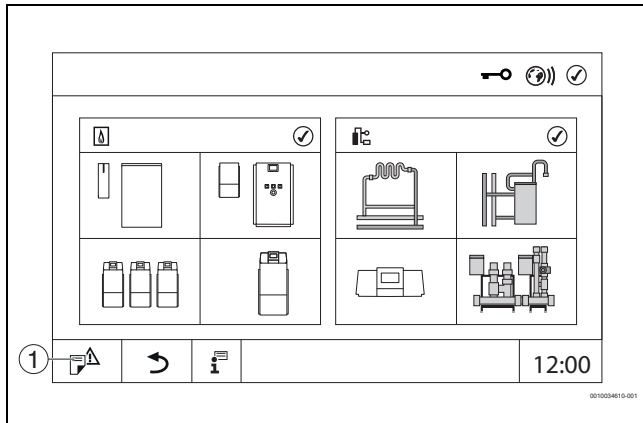

Рис. 15 Вызовите сервисное меню (пример).
- ▶ Нажмите и удерживайте знак (→ рис. 15, [1]) ок. 5 секунд.